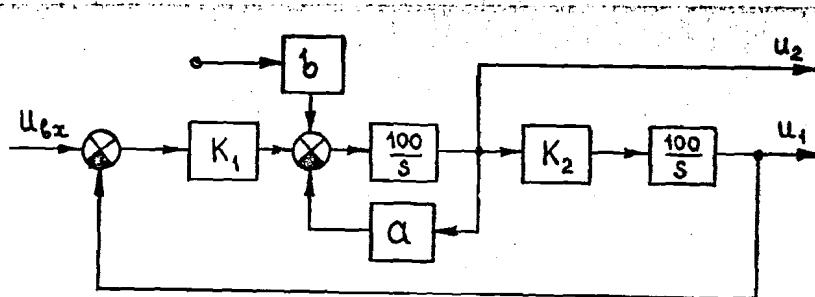

Рис.32
1*. Для структурной схемы фильтра, изображенной на рис.32, определите передаточную функцию
7. Смоделируйте на АВК-6 фильтр по схеме рис.32. Настройте фильтр: получите $f_0 = 90 - 100$ Гц, $Q = 10$. Используя делитель или блок b первого интегратора, получите фильтр с единичным коэффициентом передачи на резонансной частоте.